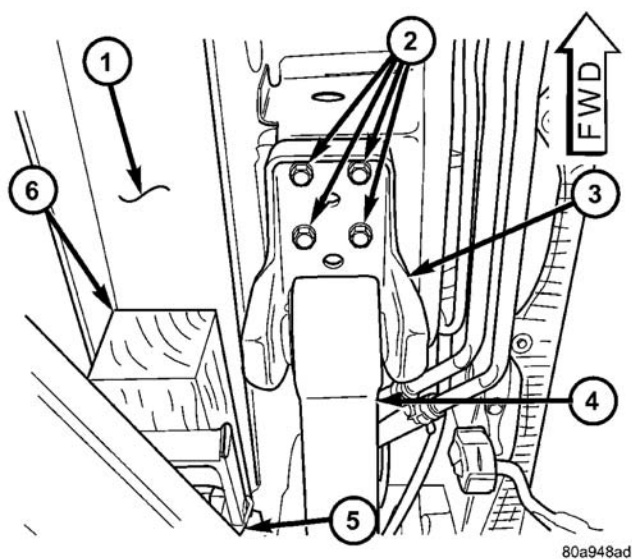

图 37 举升部位和板簧支座
(a) 用需要维修的车辆一角的举升臂抵住放在车身后底框梁上面的木块，如图所示（图 37）。
(2) 将一个辅助通用千斤顶或变速箱千斤顶置于后桥下，朝向需要更换衬套的那一侧。千斤顶垫应刚好接触到后桥。
(3) 卸下减振器下固定螺栓。
(4) 卸下将板簧前支座紧固到车身上的 4 个螺栓（图 37）。
(5) 使用千斤顶缓慢降下后桥，让后簧的前端自由下吊。将其下降到足以接触板簧枢轴螺栓的程度。可能需要在弹簧与车辆之间放一个木块，以便将板簧前端固定在位。
(1) 将板簧安装支架置于弹簧吊耳上方，并从外侧穿过衬套的中心安装枢轴螺栓。
(2) 在枢轴螺栓上安装螺母并轻轻地紧固。此时不要完全紧固螺栓。
(3) 升起作为辅助支撑的通用千斤顶或变速箱千斤顶，将前固定支架相对车身导入位。使用一个冲头进行导向会有所帮助，该冲头穿过支架内的固定螺栓孔与车身上的定位孔之间的对中孔。当 4 个固定螺栓孔与其在车身的螺纹孔对齐时，安装固定螺栓（图 37）。紧固 4 个固定螺栓至  $61\text{N}\cdot\text{m}$  ( $45\text{ ft}\cdot\text{lbs.}$ ) 的扭矩。
(4) 升起或降下千斤顶直至减振器下耳孔与桥管上的螺纹孔对齐。安装减振器下固定螺栓。此时不要完全紧固螺栓。
(5) 降下车辆，移走举升臂和车下的木块。
(6) 紧固弹簧前枢轴螺栓至  $156\text{N}\cdot\text{m}$  ( $115\text{ ft}\cdot\text{lbs.}$ ) 的扭矩。
(7) 紧固下减振器固定螺栓至  $88\text{N}\cdot\text{m}$  ( $65\text{ ft}\cdot\text{lbs.}$ ) 的扭矩。